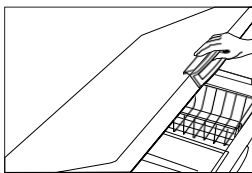

Figura 1
3. Abra la puerta del aparato y espere a que el hielo se funda. (Figura 1)